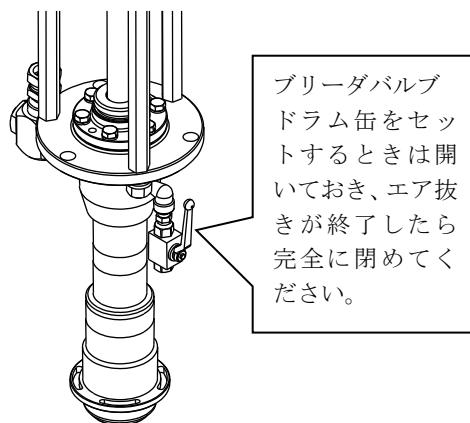

Fig.3
- 2) 作動中ブリーダバルブより液材が出てきます。はじめはエアが混入していますので、エアが混入しない状態になるまでポンプを作動させ、正常な液材が出てきたらブリーダバルブのコックを閉めてください。(Fig.3)